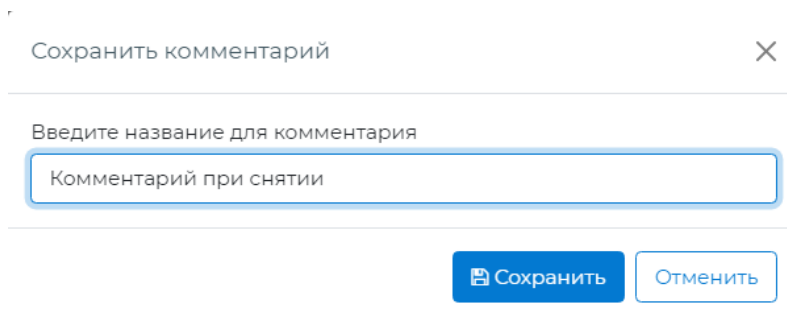

Рисунок 12.16 – Модальное окно «Сохранить комментарий»
- «**Сохранить комментарий**» – сохранение комментария как predetermined текста комментария. При выборе пункта меню « Сохранить комментарий» появляется окно «Сохранить комментарий» (Рисунок 12.16). В окне «Сохранить комментарий» необходимо ввести названия комментария и нажать на кнопку «Сохранить».